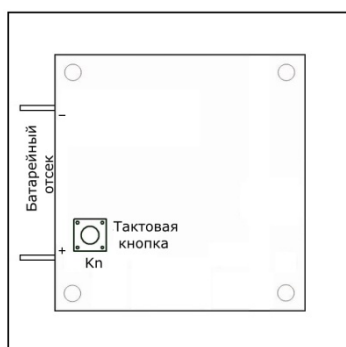

Рисунок 6.1. Плата радиокнопки MP-411Q3
2. Снять крышку и установить в батарейный отсек батарею питания типа 3А (рис.6.1).